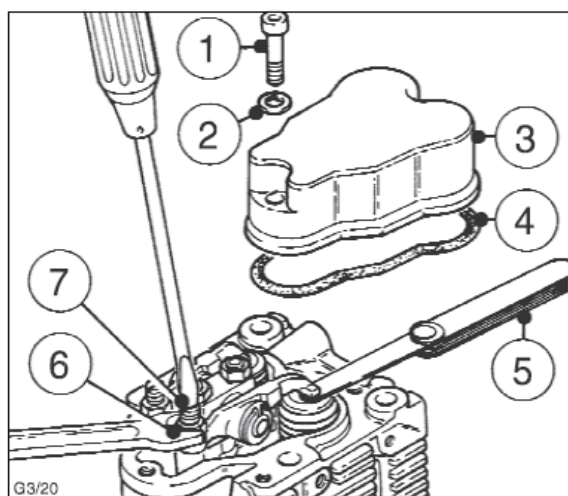

Fig.21
- Mesurez l'espacement de la valve avec une jauge d'épaisseur de 0,10mm (fig. 21 – chapitre 3.1).
- Si vous devez ajuster l'espacement, desserrez la vis (6), tournez l'écrou hexagonal (7) jusqu'à ce que la jauge d'épaisseur puisse être enlevée avec une légère résistance quand la vis (7) se serre à nouveau. (Fig. 21).